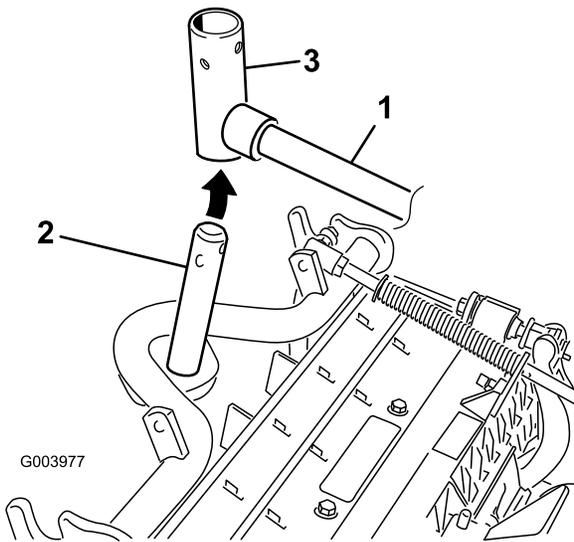

図 8
B. 昇降アームのヨークをキャリアフレームのシャフトに通す(図 8)。